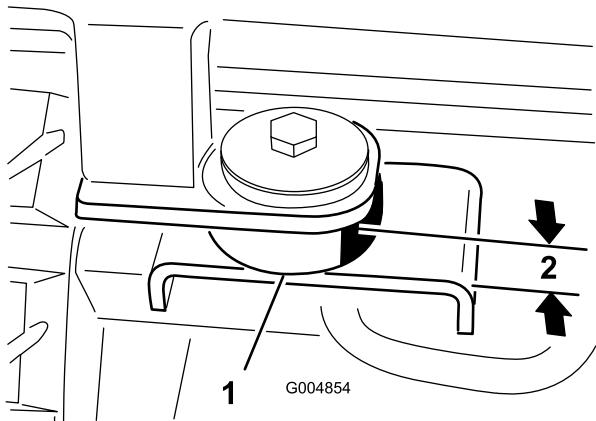

**Figure 113**
36. Abaissez la cabine en position en desserrant lentement les boulons de levage à chaque extrémité du tube de levage (Figure 113).